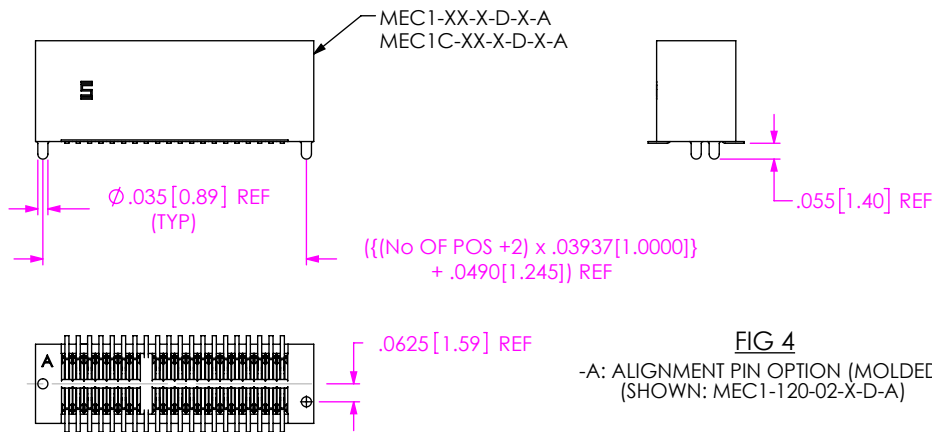

FIG 4
-A: ALIGNMENT PIN (MOLDED, SEE FIG 4, SHT 2)